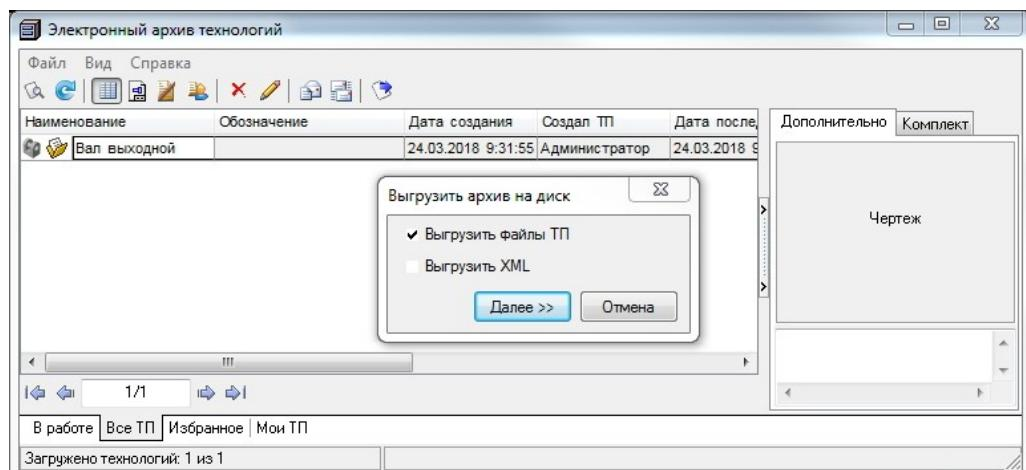

Рис. 4.10
3. С помощью приложения **Электронный архив технологий** (...Vertical\Bin\VArchive.exe) осуществите выгрузку ТП из архива на диск (рис. 4.10).